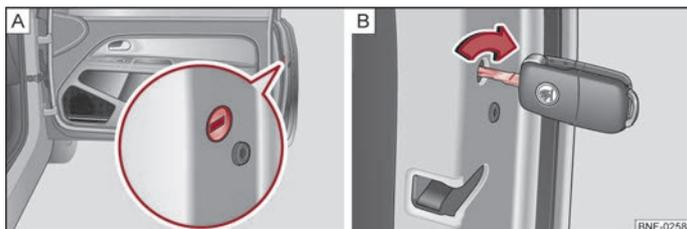

Abb. 13 Notverriegelung der Tür
Auf der Stirnseite der Türen, die keinen Schließzylinder haben, befindet sich ein Notverschließmechanismus ⇒ Abb. 13 - A, der nur nach dem Öffnen der Tür sichtbar ist.
- Führen Sie den Schlüssel in den Schlitz ⇒ Abb. 13 - A ein und drehen Sie ihn bei der rechten Tür in die waagerechte Stellung im Uhrzeigersinn ⇒ Abb. 13 - B und bei der linken Tür gegen den Uhrzeigersinn.